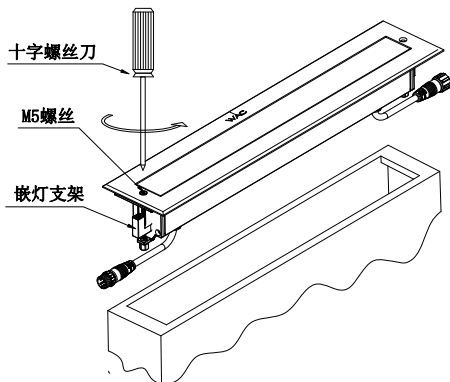
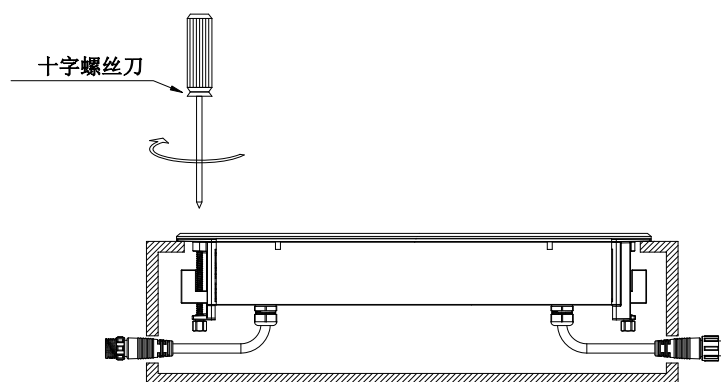

图3
图4
3. 使用十字螺丝刀旋转M5螺丝,将嵌灯支架旋转到最底端(螺母端)保证有一定的锁紧力,将灯具电源线接入已铺好的线路上(可按实际需要增加防水盒)(图3)。然后小心将灯具装入已开好的孔内,紧接着使用十字螺丝刀旋紧M5螺丝并锁紧,此时线条灯支架会往上移动并夹紧安装槽(图4)。同样,锁紧另一端螺丝即可。接通电源,灯具即可正常使用。